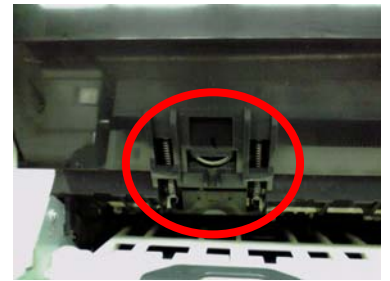

図 5
- ② 自動両面ユニットを外して背面から見ると〈図 5 参照〉